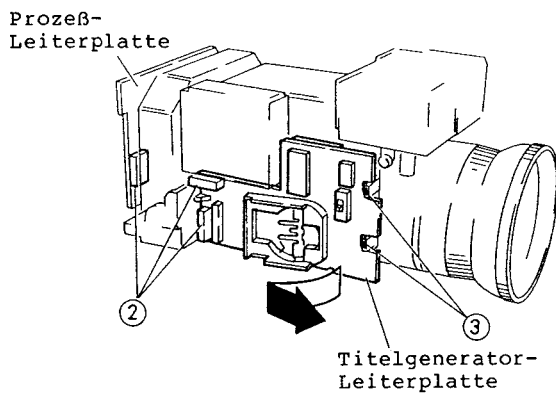

Abb. 2-29
2. Drei (3) Stecker (CN004, CN013, CN401) abziehen (siehe Abb. 2-29).
3. Zwei (2) Laschen freigeben und die Titelgenerator-Leiterplatte in Pfeilrichtung abnehmen.